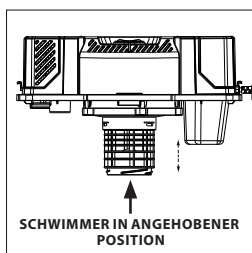

ABB. 5
- Dieser Nass-/Trockensauger ist mit einem Schwimmermechanismus ausgestattet, der automatisch aufsteigt, um den Luftstrom zu unterbrechen, wenn die Flüssigkeit im Tank ein vorbestimmtes Niveau erreicht. Schalten Sie in diesem Fall den Staubsauger aus, ziehen Sie den Netzstecker und entleeren Sie den Staubbehälter. Sie werden merken, dass der Schwimmer den Luftstrom unterbrochen hat, weil die Saugkraft wegfällt und das Motorgeräusch durch die erhöhte Motordrehzahl in der Höhe zunimmt. Die Flüssigkeitskapazität kann je nach Aufnahmegeschwindigkeit variieren. **(Abb. 5)**